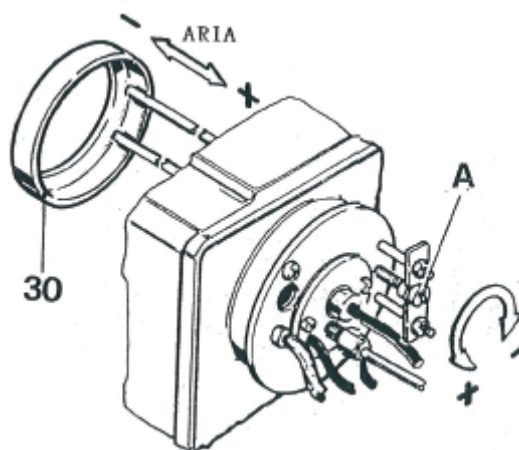

Рис. 10
- Для горелок, работающих на жидком топливе и газе, можно точно отрегулировать горение путем перемещения в продольном направлении кольца наддува (30) поворотом регулировочного винта (А) (Рис. 10). Поворот винта по часовой стрелке перемещает кольцо наддува вперед и уменьшает поток воздуха для горения, поворот против часовой стрелки перемещает кольцо назад и увеличивает поток воздуха. Рекомендуется выполнять указанные действия, пока не будут достигнуты оптимальные значения горения и условия пуска.